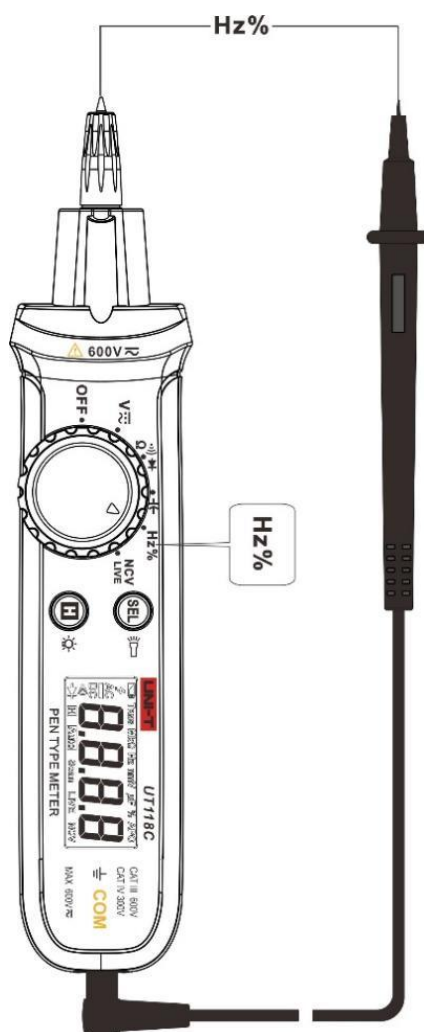

Bild 6
11.4 Mät frekvens/driftcykel (Bild 6)